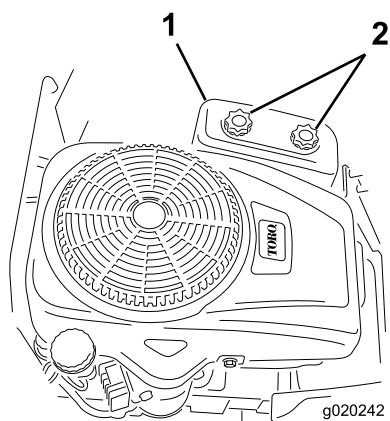

Figura 28
4. Togliete il coperchio del filtro dell'aria svitando le 2 manopole (Figura 28).
3. Montate il coperchio del filtro dell'aria e serrate le 2 manopole (Figura 28).